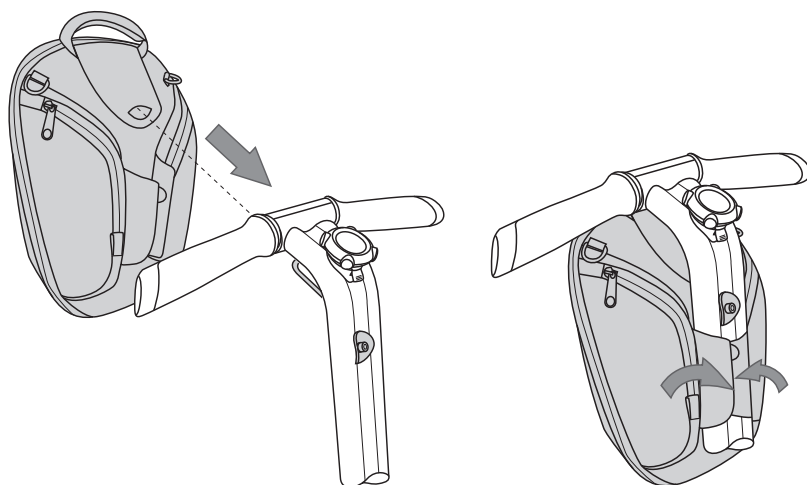

Figure 2. Installation du sac à accrocher au guidon
6. Faites glisser le sac sur le support. Référez-vous à la figure 2.
8. Vérifiez que les languettes sont bien fermées autour du cadre LeanSteer. Référez-vous à la figure 2.